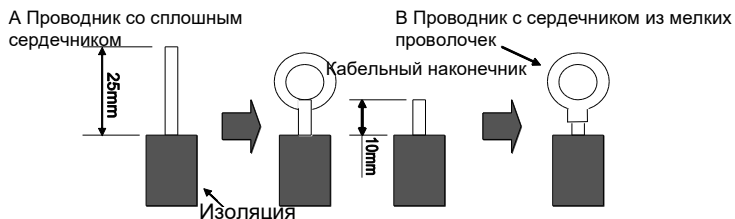

Рис. 36
- (1) Для проводников со сплошным сердечником (Рис. 36)
- (2) Для проводников с сердечником из мелких проволочек (Рис. 36)